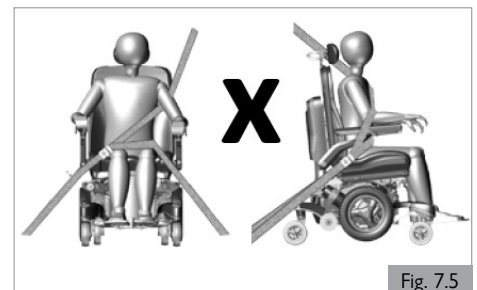

Fig. 7.5
3. Les dispositifs de retenue doivent être montés sur le montant approprié du véhicule et ne doivent pas être maintenus à distance du corps par des éléments du fauteuil roulant tels que l'accoudoir ou les roues (Fig. 7.5).
N'installez pas la ceinture de retenue comme indiqué sur la figure 7.5.